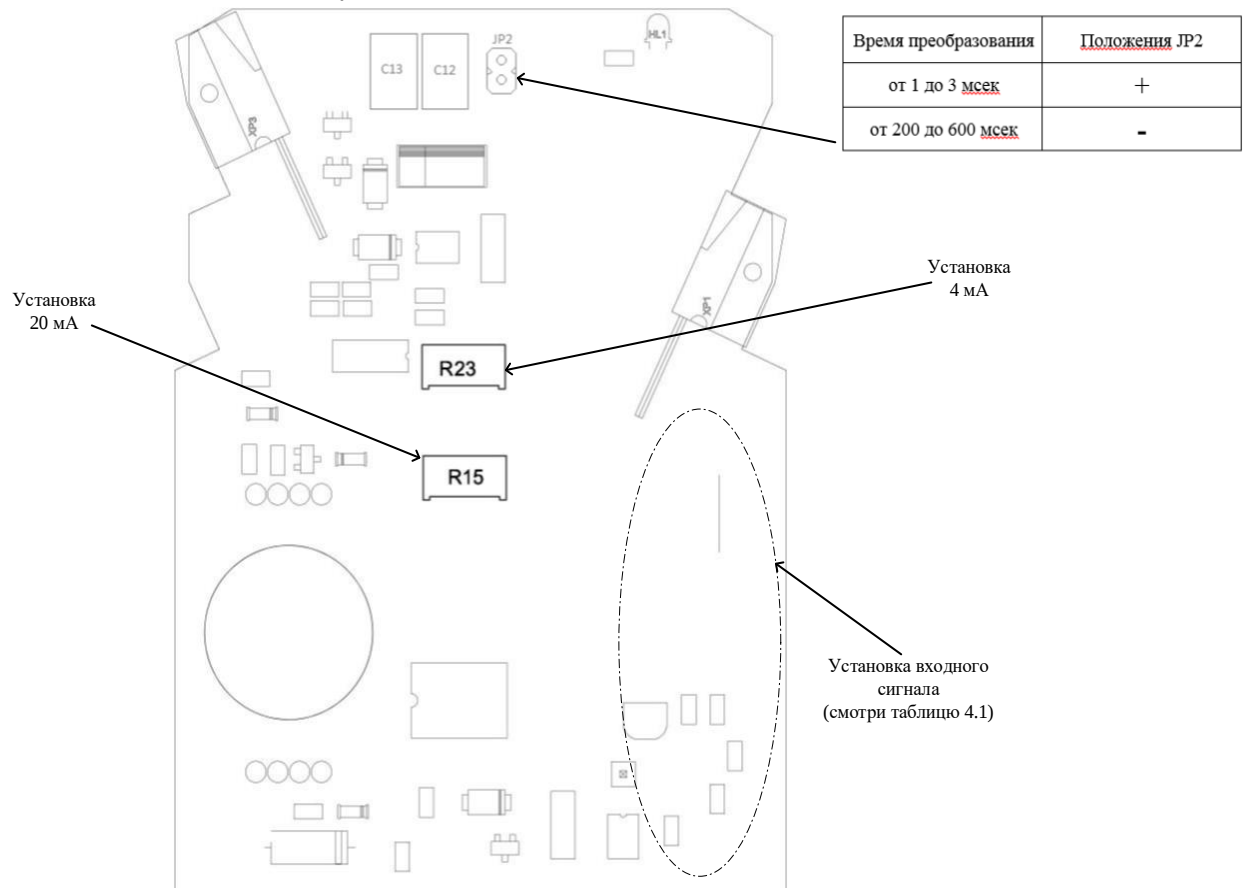

Рисунок 4.2 - Схема розташування органів регулювання та елементів налаштування ПНС-410
4.2.4 Для налаштування ПНС-410 на інший вхідний сигнал використовуйте рисунок 4.2 та таблиці 4.1 та 4.2.